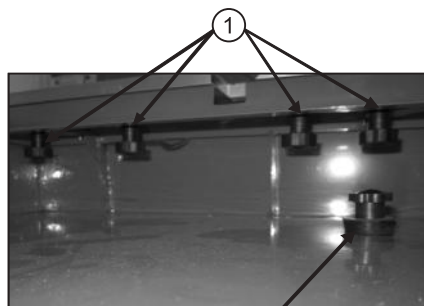

Рис.11
1. Установите регулируемый упор с транспортером (1) напротив деления на упорной линейке (4) (например 7 см) и зафиксируйте его винтом (3). Угол транспортера установите в положение  $0^\circ$ .
2. Ослабьте винты фиксации (поз. 1, рис. 11) левой части упорной линейки, расположенные со стороны поддона для воды и отрегулируйте расстояние от края упора транспортера до режущей кромки алмазного диска равное 7 см.
3. Перемещая упорную линейку (4) по направляющей отрегулируйте расстояние от края упора транспортера (1) до режущей кромки алмазного диска равное 7 см.
12. Периодически меняйте воду в поддоне, так как грязная вода может засорить насос и вывести его из строя. Для слива воды из поддона снимите узкую столешницу рабочего стола и вытащите сливную пробку поддона (рис. 11).